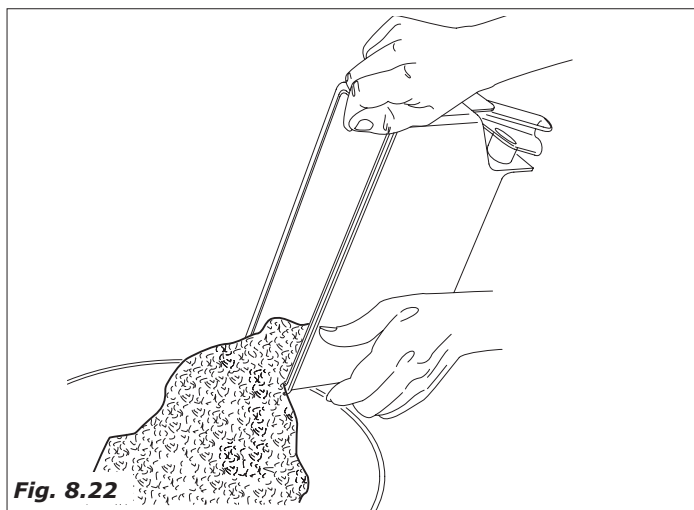

Fig. 8.22
- Scaricare tutti i prodotti dai contenitori (Fig.8.22).